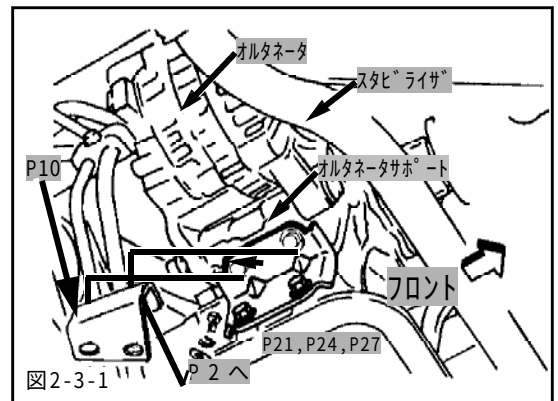

図2-3-1
- (1) アダプタサーモAssyをアダプタサーモステーに仮付けしてください。(図2-3-1, 図2-3-2)
- (2) アダプタサーモステーをオルタネータサポートに共締めしてください。(図2-3-1, 図2-3-2)